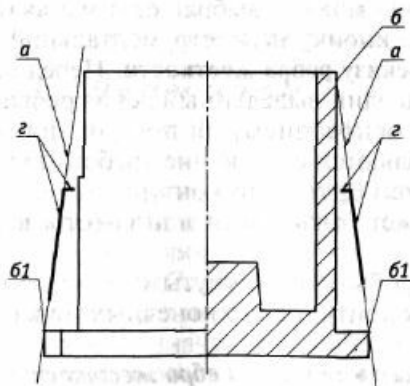

Рис. 7.12. Построение ребра жесткости
3. Во фронтальной плоскости в режиме редактирования выполните эскиз, например, правого ребра *г* (рис. 7.12). Проверьте наличие точки пересечения *б* наклонной линии эскиза ребра *а* с телом детали. Выйдите из режима редактирования. В дереве построения появится пиктограмма эскиза ребра. В дереве построения дайте собственное имя построенному эскизу, например «Эскиз правого ребра жесткости».
6. Создайте объект. Если система отказывается строить ребро и сообщает об ошибке, то прежде всего проверьте наличие точек пересечения наклонной линии эскиза ребра точки б и б1 на рис. 7.12 с деталью.